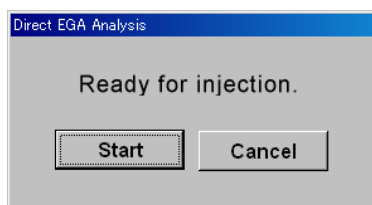

Fig. 4.16 Direct EGA Analysis のスタートダイアログボックス
- (5) 試料をカップに入れてサンプラーに付け、熱分解装置に取り付けます。取り付けてから、取り付け部の死空間をパージするために、約 2 分待ってから次に進みます。
- (6) “START” ボタンを押してください。
- (7) GC、加熱炉、インターフェース、選択的試料導入装置などの準備ができると Fig. 4.16 のダイアログボックスが表示されますので、試料カップを加熱炉に落下させると同時にダイアログボックス中の“Start”ボタンをクリックするか PC キーボードの“ENTER” キーを押してください。